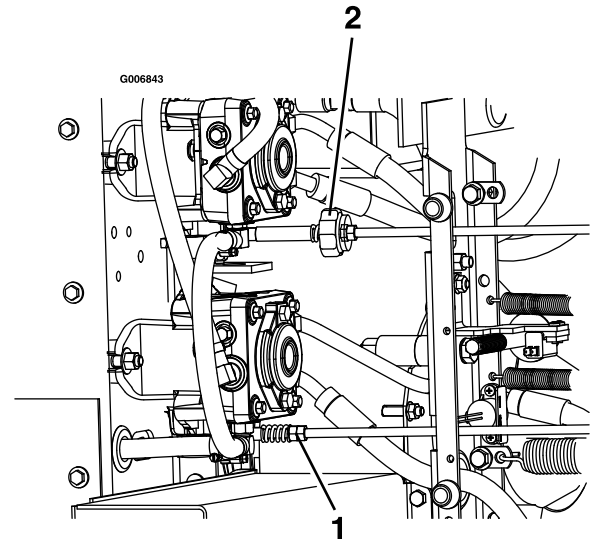

Figure 56
de tourner ou tournent légèrement en sens inverse (Figure 56).
11. Réglez la tringlerie de pompe droite en utilisant une clé pour tourner les doubles écrous sur l'ensemble (Figure 56)